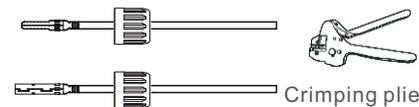

Figura 5.15 Prenda o pino de contato ao fio Alicate de crimpagem
3. Prenda o pino de contato ao fio usando um alicate de crimpagem adequado. (consulte a Figura 5.15)